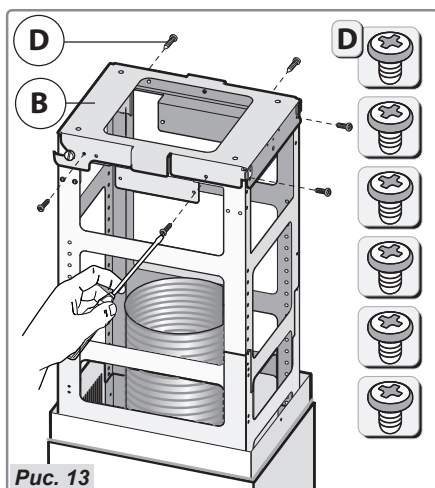

Рис. 13
- **Обратите внимание!** Зафиксируйте вытяжку непосредственно на кронштейне **В** с помощью 6 винтов **Д** (рис. 13).